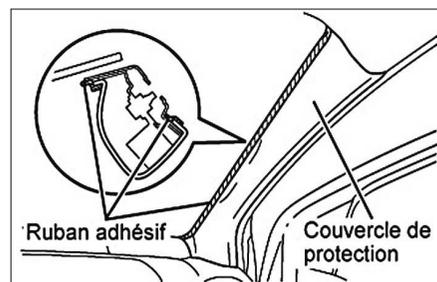

FIG. 116
- Suivant équipement, couvrir les airbags rideaux comme illustré (Fig.116).